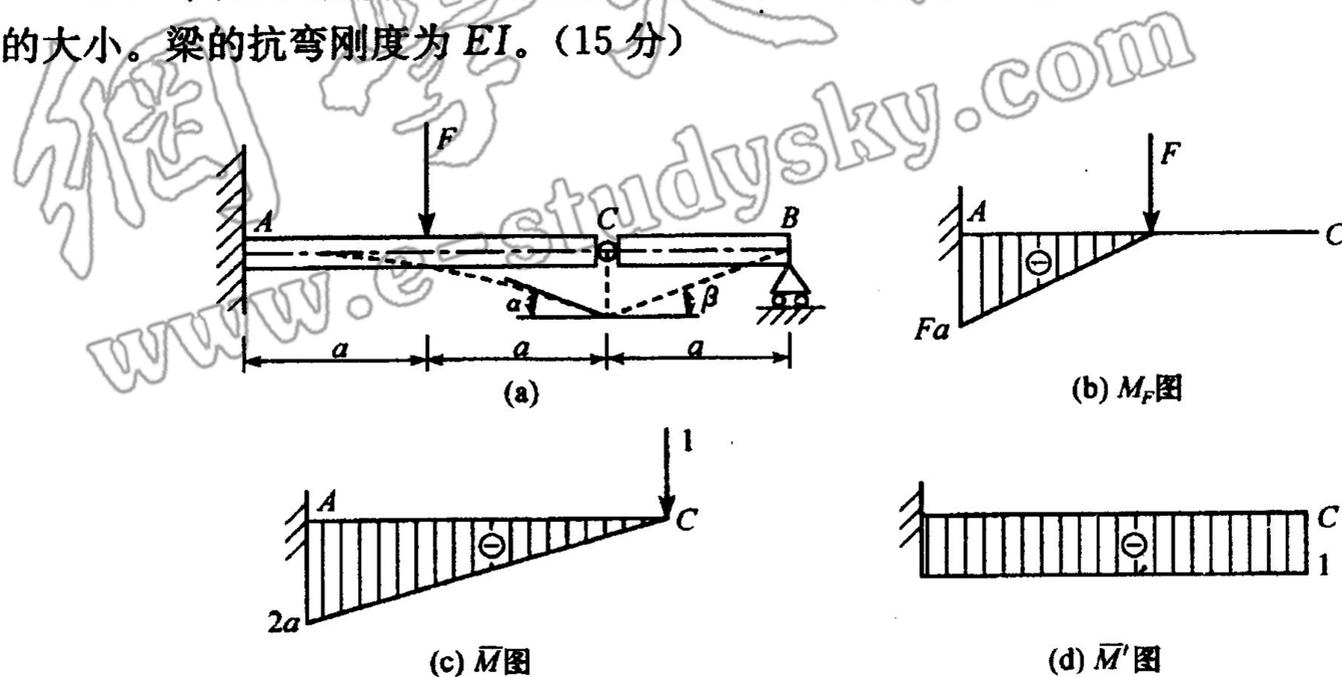

图 8.7
8.7 图 8.7(a) 所示带中间铰 C 的梁, 在 C 处允许梁转角不连续, 试求铰 C 两边转角的大小。梁的抗弯刚度为 EI 。(15 分)